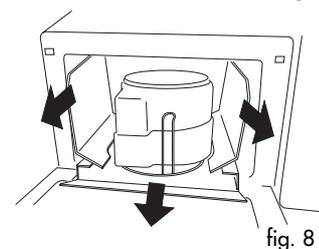
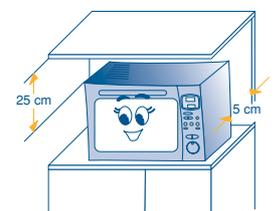

fig. 8
fig. 9
- Retire tudo, puxando a embalagem e certificando-se de que as paredes verticais saem correctamente (fig. 8).
- Retire também o prato rotativo (H) e as respectivas protecções. Certifique-se de que o perno do prato rotativo (D) está devidamente inserido na respectiva sede, no centro do mesmo.
- 6) **Depois de colocar o aparelho sobre a superfície de trabalho, certifique-se de que deixou um espaço de cerca de 5 cm entre as superfícies do aparelho, as paredes laterais e a parte posterior, bem como um espaço livre de pelo menos 25 cm por cima do forno (fig. 9).**